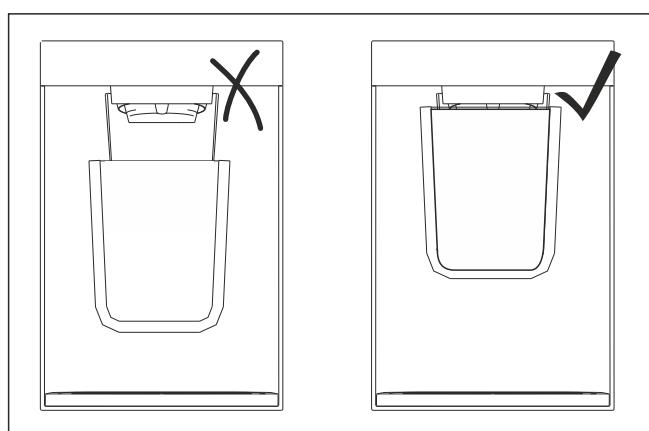

Fig. 101 Beispielhafte Darstellung
- Gefäß möglichst nahe an Ausgabeöffnung halten. (siehe Fig. 101)